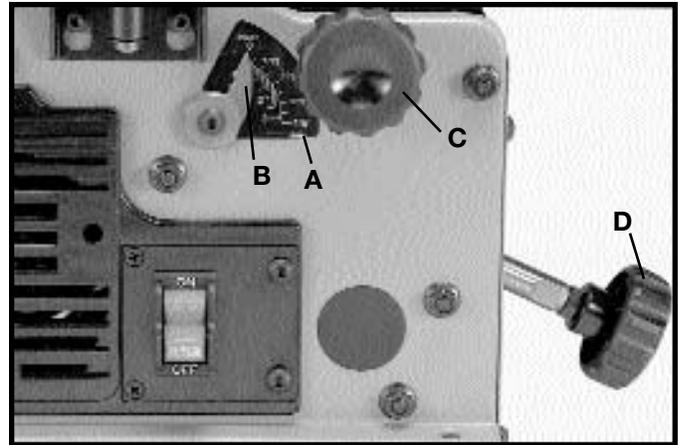

Fig. 24
La machimbradora puede ser fijada para cortar cualquier profundidad desde un acepillado muy delgado hasta 1/8 pulg. Se proporciona una escala de sistemas inglés y métrico (A) Fig. 24, así como un indicador (B) para señalar la profundidad del corte. Para ajustar la profundidad del corte, afloje la perilla de cierre (C) y vire la perilla de ajuste (D) en el sentido de las manecillas del reloj para bajar – y en el sentido opuesto para elevar – la mesa de alimentación. Después que la mesa de alimentación se encuentre en la colocación deseada, apriete la perilla de fijación (C). **NOTA:** Para obtener el mejor resultado, la colocación final de la mesa de alimentación debe realizarse siempre desde el fondo hacia la posición elevada.